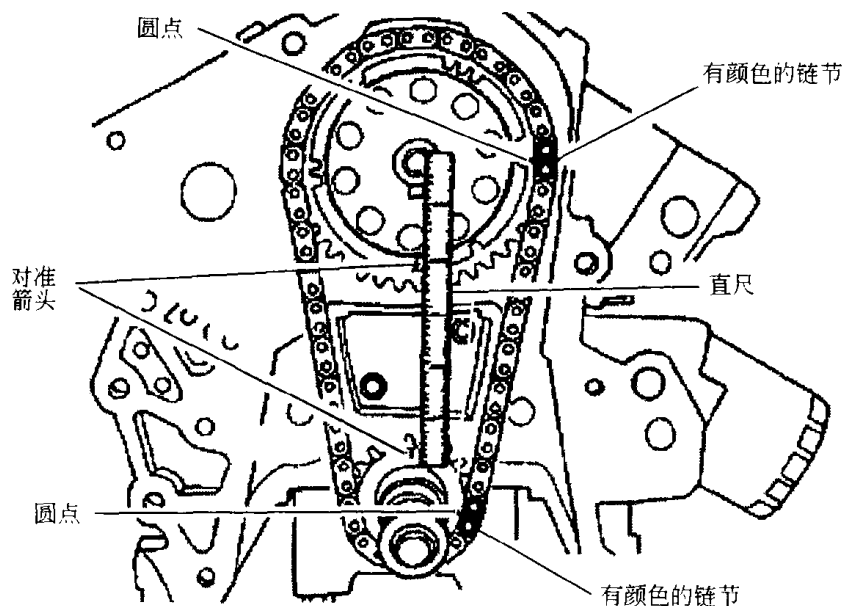

图 1-6
4. 转动曲轴以对准正时标记,拆下凸轮轴链轮螺栓,拆下杯形垫圈、凸轮轴链轮、正时链和曲轴链轮。见图 1-6。